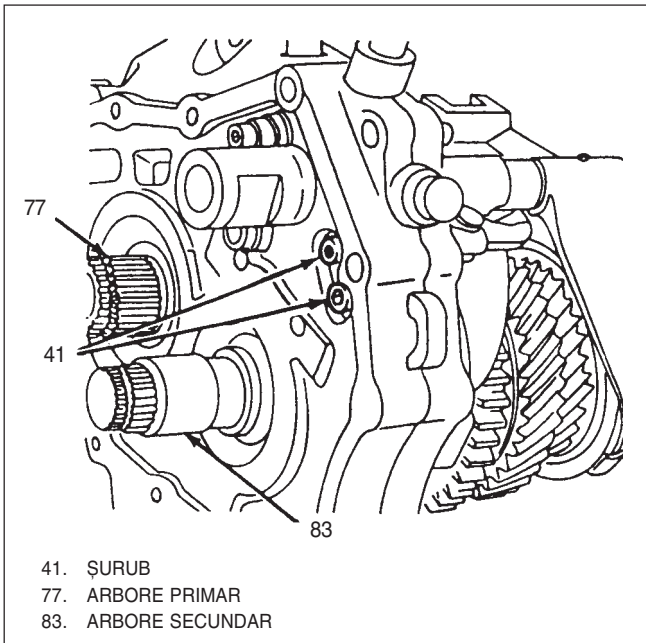

Fig. 13 Prinderea suportului (78)
- Tijă poziționare(35) și (37).
15) Bolțul(79) și suport(78), Fig 13.